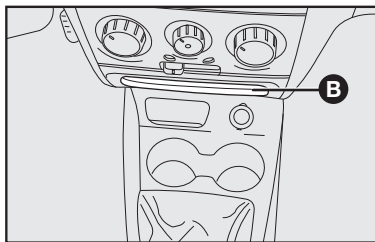

fig. 86
- na parte central do painel **B**–**fig. 86**.